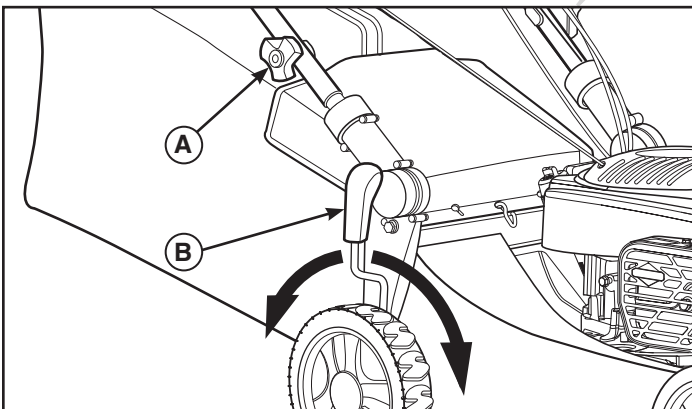

Figura 8
1. Tire de la palanca (**B**, Figura 8) alejándola de la lengüeta de cierre.